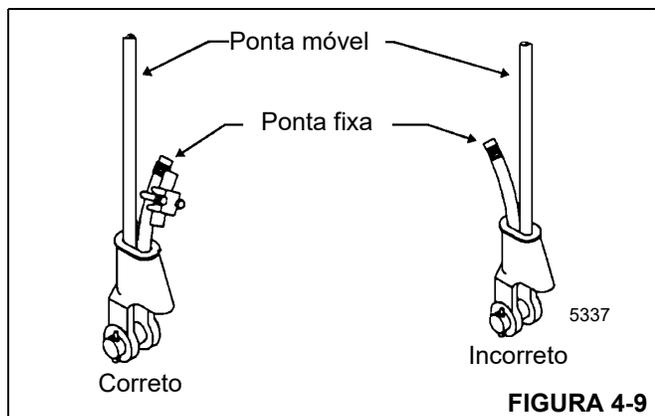

FIGURA 4-9
3. Verifique se o lado da ponta móvel (Figura 4-9) do cabo está diretamente em linha com as orelhas do terminal e com a direção de tração à qual o cabo será submetido. Se o cabo for carregado incorretamente no terminal, quando estiver com carga, o cabo dobrará ao sair do terminal. A cunha do terminal desgastará o cabo, provocando danos e falhas.